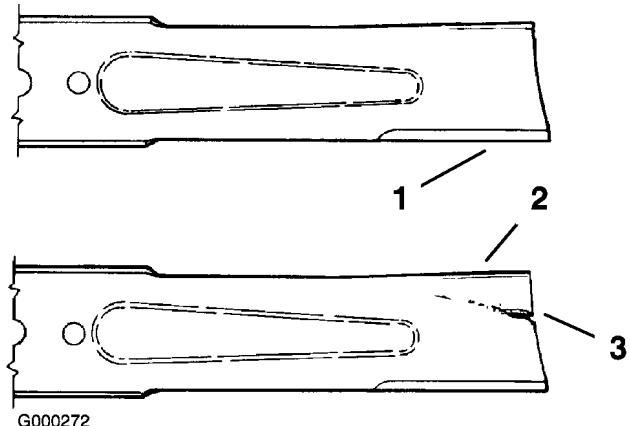

Figure 73
- Examinez le tranchant des lames (Figure 73). Si les lames ne sont pas tranchantes ou si elles présentent des indentations, déposez-les et aiguisez-les (voir Aiguisage des lames).
- Inspectez les lames, surtout la partie incurvée (Figure 73). Remplacez immédiatement toute lame endommagée, usée ou qui présente une entaille (Figure 73).